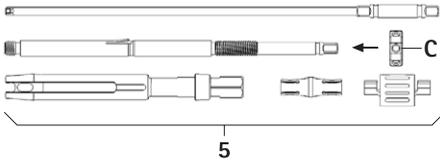

Fig. 10
- Skruva på spännmuttern **C** på innerhylsan, se Fig. 10.